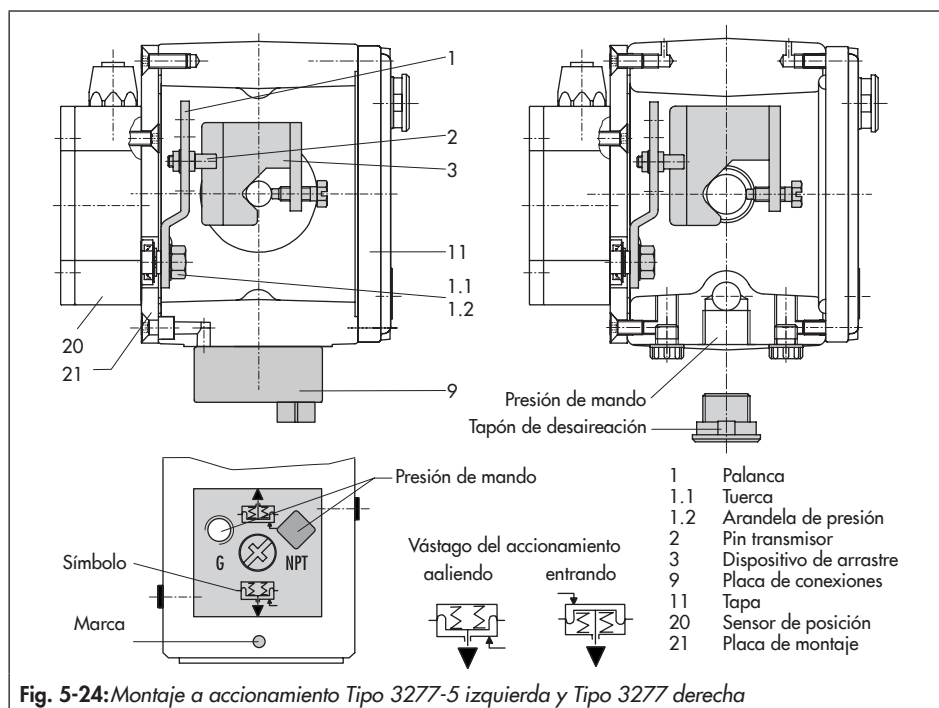

Fig. 5-24: Montaje a accionamiento Tipo 3277-5 izquierda y Tipo 3277 derecha
Accionamiento Tipo 3277-5 de 120 cm² (Fig. 5-24)
La presión de mando del posicionador se conduce a la cámara de la membrana del accionamiento a través de la conexión de la presión de mando de la placa de conexiones (9, Fig. 5-24 izq.). Para ello, atornillar primero la placa de conexiones (9) de los accesorios al puente del accionamiento.
- Girar la placa de conexiones (9) de forma que la marca indique el símbolo que corresponda con la posición de seguridad "vástago saliendo" o "vástago entrando" (ver Fig. 5-24 abajo).
- ➔ Prestar atención a que la junta plana de la placa de conexiones (9) quede bien colocada.